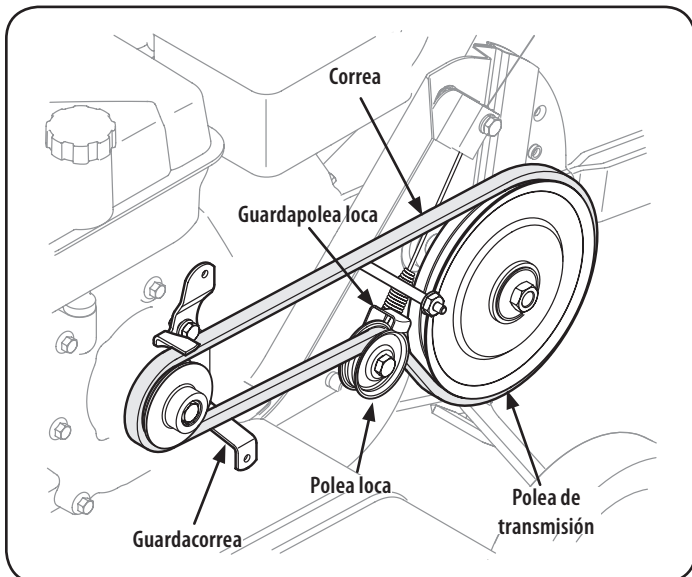

Figura 28
2. Retire el perno de la polea loca y mueva la correa desde debajo del guardacorreas de la polea loca. Vea la Figura 28.
3. Retire el conjunto del guardacorreas de la correa ubicado detrás de la polea del motor extrayendo los dos pernos hexagonales y las arandelas de seguridad. Vea la Figura 28.
4. Extraiga la correa usada de alrededor de la polea de transmisión e instale la nueva correa. Vea la Figura 28.